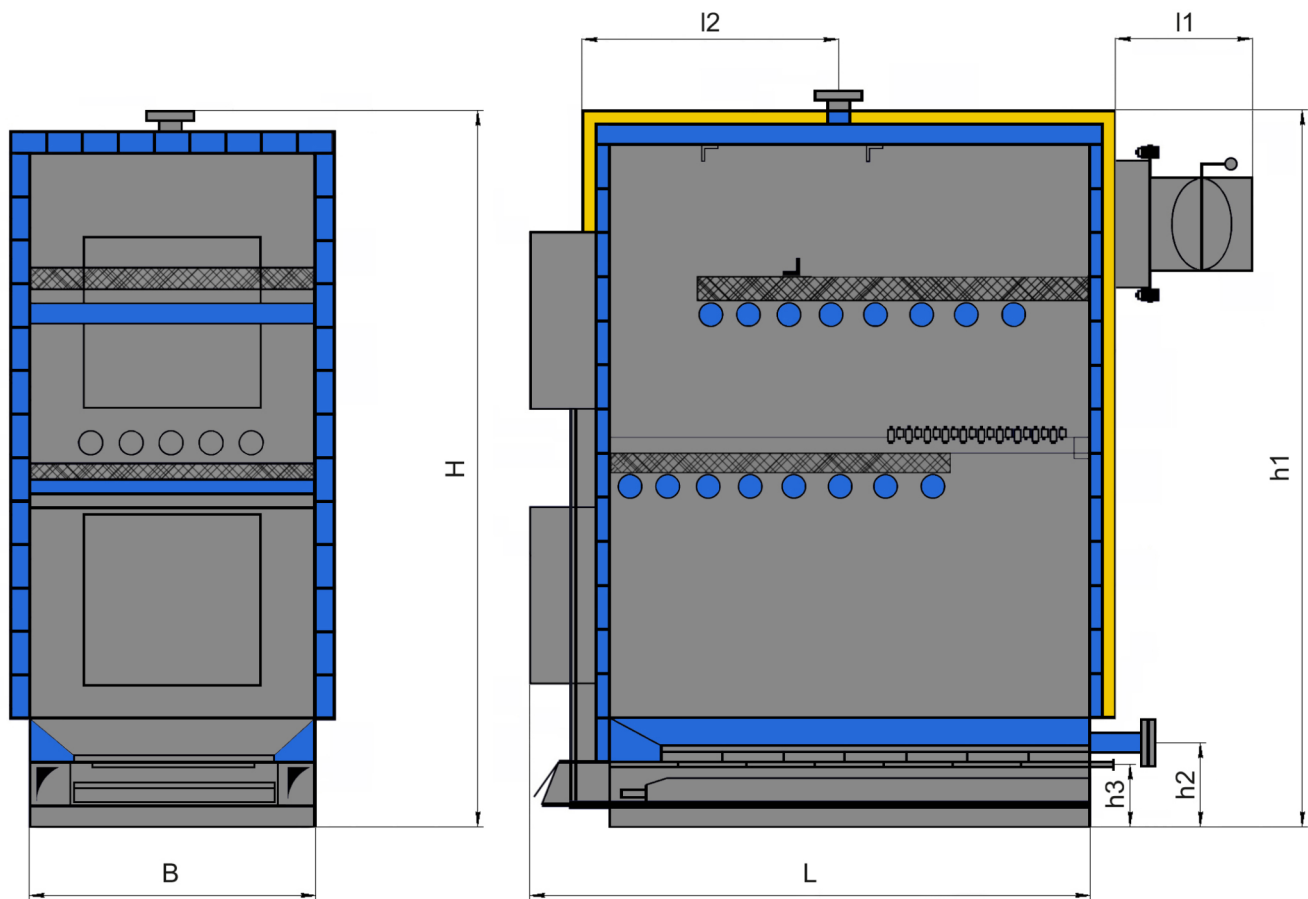

Рисунок 1. Габаритные и присоединительные размеры Котлов моделей P 52 - 102 базовой комплектации.
Габаритные и присоединительные размеры Котла (см. рис.1), мм:
Котел (рис.1, 2) представляет собой стальной сварной каркас, обшитый снаружи съемной декоративной теплоизолированной облицовкой. Каркас совместно с облицовкой образуют корпус. Корпус устанавливается на собственных опорах (12).